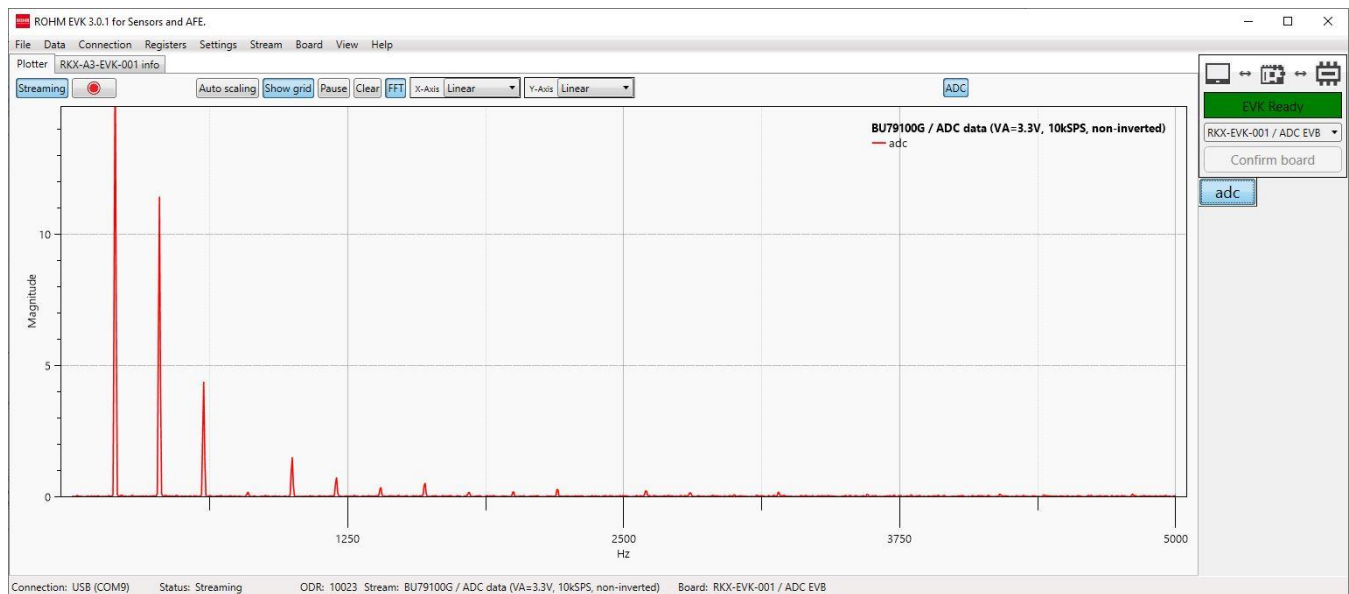
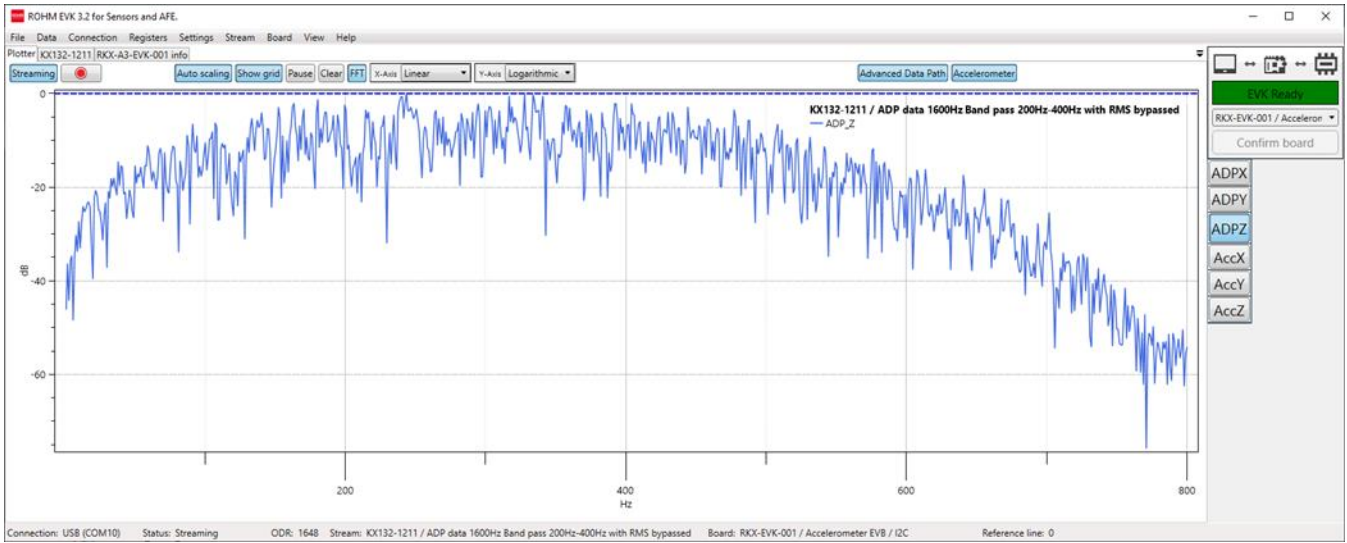
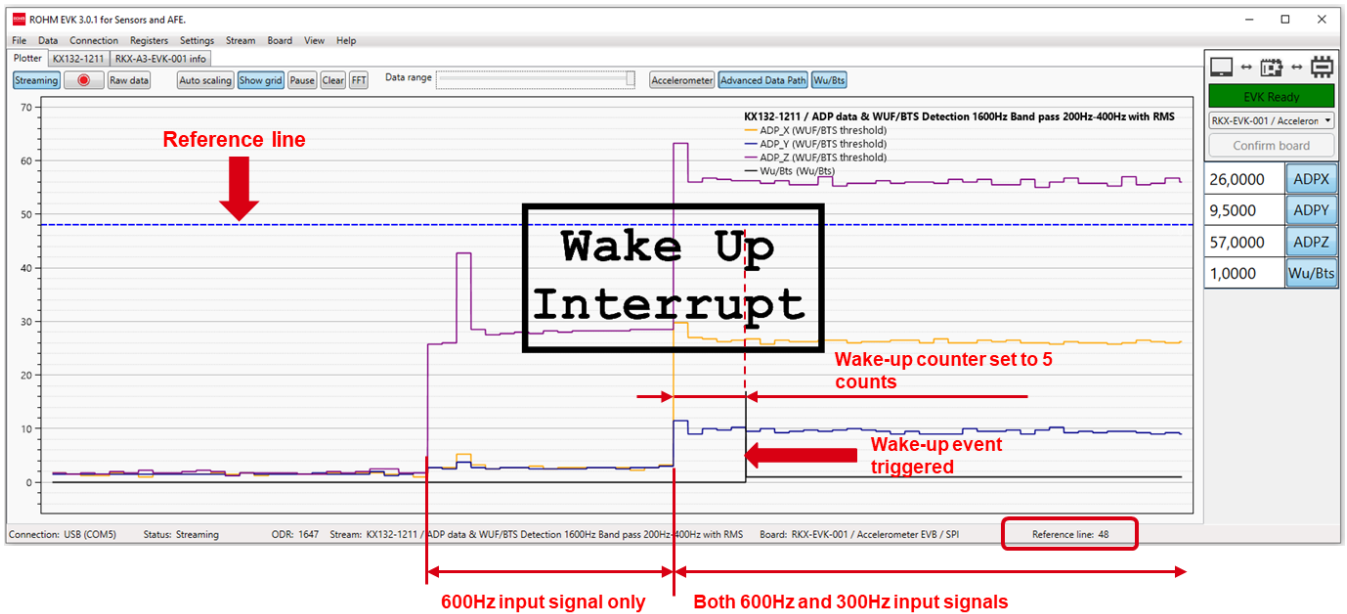

Figure 54. FFT 機能を備えた ADC プロットビュー
Figure 56. FFT 機能を備えた KX132-1211 のプロットビュー（ADP チャネル）
Figure 57. ADP および WUF データストリームを含むプロットビュー
FFT データは、ADC 評価ボードデータからも表示できます。ADC 評価ボードに入力された周波数 200Hz の正弦波の FFT データの例 (Figure 54)。
ADP の機能をさらに確認するには、Figure 54 に示す FFT 信号の例と、Figure 56 に示す ADP 出力からの FFT 信号を検討してください。これらの例では、KX132-1211 センサ用に選択されたストリームは、ADP データおよび WUF/BTS 検出 1600Hz バンドパス 200Hz ~ 400Hz (RMS あり) です。ADP は、信号帯域幅が 200Hz ~ 400Hz に設定されたバンドパスフィルタポートに構成されています。Figure 56 から、バンドパスフィルタ処理された信号は 600Hz で 10dB の減衰を生成することがわかります。次に、出力は RMS エンジンに送られ、さらに Wake-up/Back-to-Sleep エンジンに送られます。ウェイクアップしきい値は 48 カウントに設定され、ウェイクアップカウンタは 5 カウントに設定されます。生データ (4.2.1.1Raw data) が無効になっている場合、選択したデータストリームは ADP 出力を値に直接スケールします (単位は WUF/BTS しきい値)。基準線も、しきい値と ADP 出力値の比較を容易にするために、ウェイクアップしきい値レベル (48) に移動されます (4.1.8.3Reference line)。また、ウェイクアップ ポップアップウィンドウが有効になります (4.4.4 ウェイクアップ ポップアップウィンドウ)。ポップアップ ウィンドウは、ウェイクアップ イベントがアクティブなとき、たとえばバンドパス周波数範囲内の信号が存在するときに表示されます。(Figure 57)